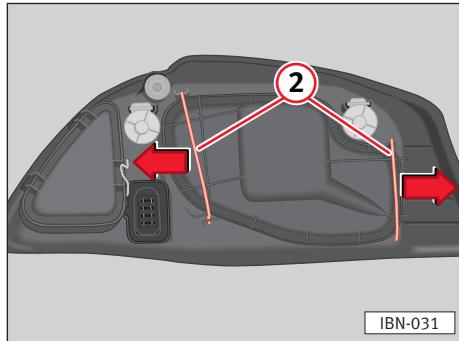

Fig. 146
- Desplazar los tirantes ⇒ fig. 146 ② hacia afuera, en el sentido de las flechas y retirar la tapa.